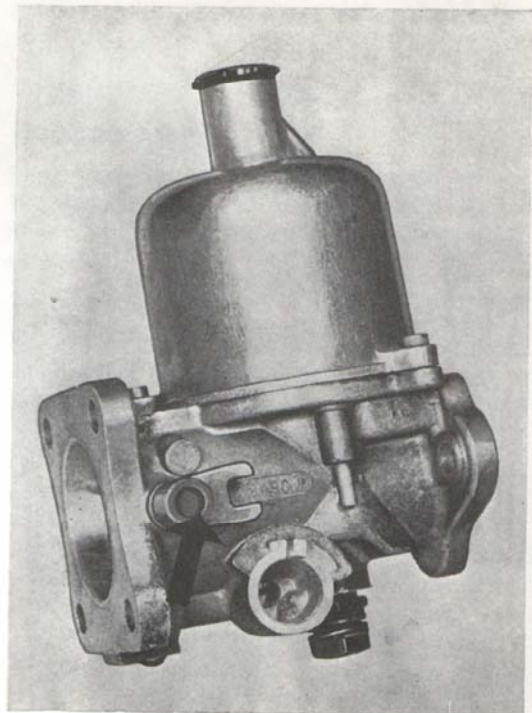

Bild 111. Medbringargaffelns läge
7. Sätt på medbringargaffeln enligt bild 111 (spjället helt stängt, varvtalsskruven utskruvad). Se till att ett spel av 1,5 mm erhålls mellan medbringargaffeln och spjällhus. Borra med medbringaren i läge enligt bild 111 och ett 3,0 mm borr, ett hål för låsstiftet, (hålet borrar vinkelrätt mot förgasarens längdaxel när spjället är stängt) igenom spjällaxeln. Avlägsna spånor, sätt dit medbringargaffel och låsstift.